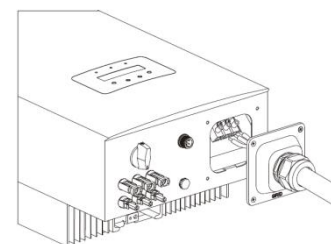

Рисунок 4.17 – Подключение кабеля к AC терминалу
3. Поместите 3 кабеля AC в терминал и затяните винты шлицевой отверткой. Необходимое усилие 2-2,5 Нм. (см. Рисунок 4.17)